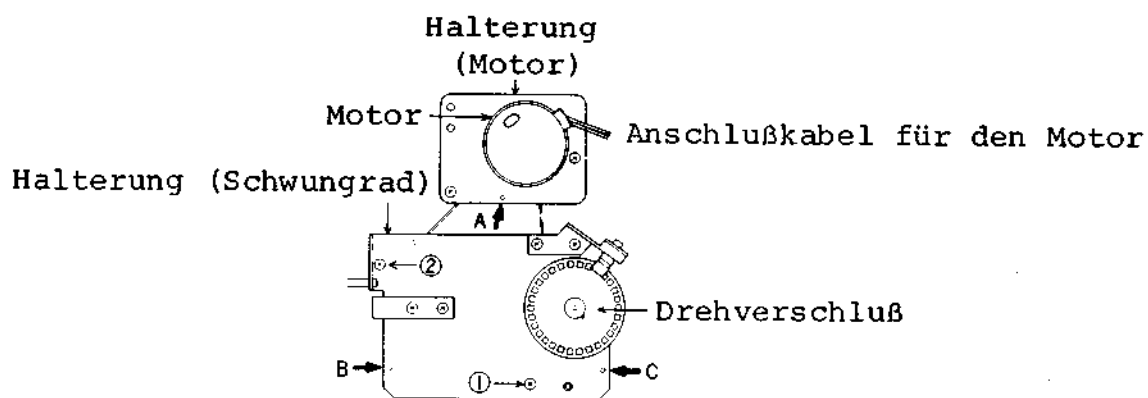

Abb. 5 (Rückseite der Mechanik)
- a) Beim Abnehmen der Halterung (Motor) entfernen Sie die Feder von A und nehmen dann die Halterung ab (Schwungrad). Entfernen Sie dann die entsprechenden Federn für B und C, wie in der Abbildung 5 gezeigt ist.
- b) Der Drehverschluß kann entfernt werden, indem Sie die Schrauben ① und ② (M3 x 0,5 x 4) in der Abb. 5 mit einem Sechskantschlüssel (1.3 mm) lösen. Gleichzeitig kann die Halterung (Schwungrad) abgenommen werden.
a) Bringen Sie beim Einsetzen des Motors das Anschlußkabel in die Richtung, welche in Abb. 5 gezeigt ist.